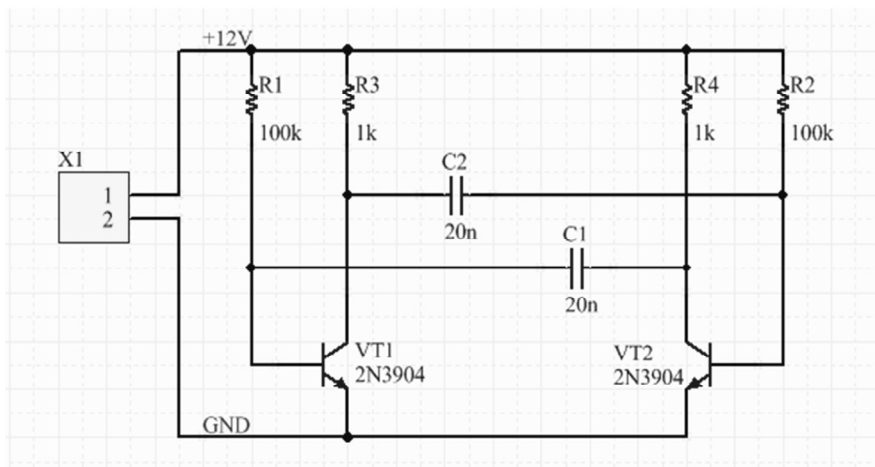

Рис. 3.7. Соединение компонентов схемы
9. Соедините остальные элементы схемы, как показано на рис. 3.7.